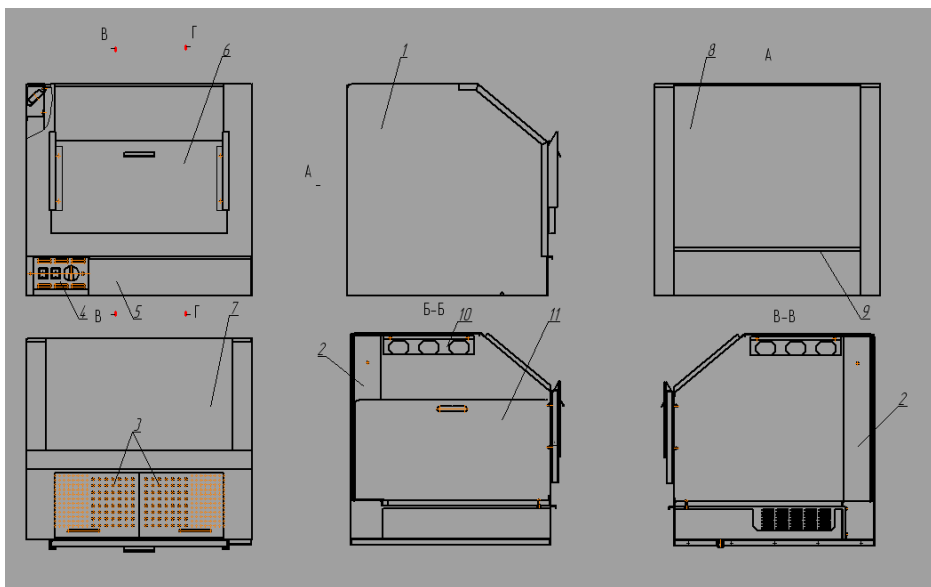

Рис. 1 Витрина тепловая.
4.1 Витрина тепловая VT-900 рис. 1 состоит из корпуса поз. 1, воздуховодов поз. 2, решеток поз. 3, блока управления поз. 4, поддона поз. 5, дверки поз. 6, верхнего поз. 7 и нижнего поз. 8 стекол, швеллера поз. 9, плафонов поз. 10, перегородки 11.